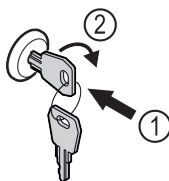

Fig. 205
- Klíč zasuňte dovnitř. Fig. 205 (1)
- Otáčejte klíčem o 90° ve směru hodinových ručiček. Fig. 205 (2)